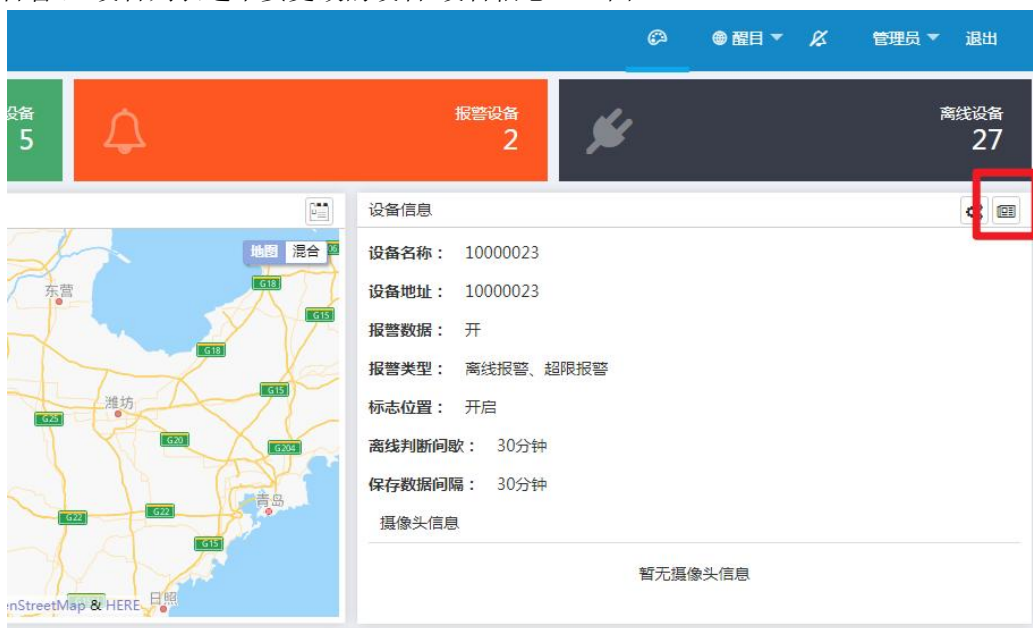
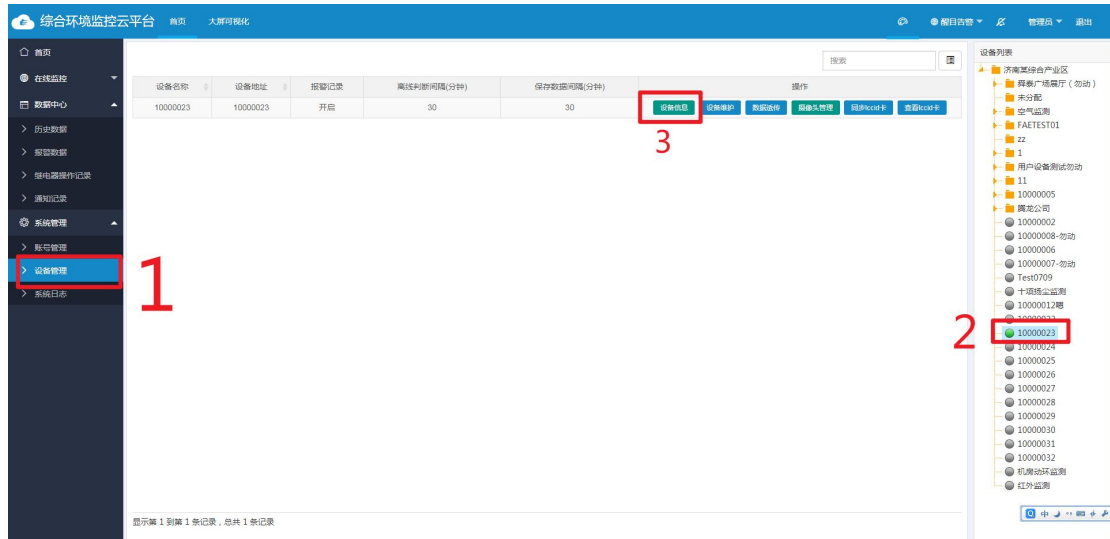

图 1
图 2
5.2.1 点击设备信息一栏中，图中画红框的按钮（图1）。或者点击左侧功能栏，系统管理-设备管理-设备列表选中要更改的设备-设备信息。（图2）